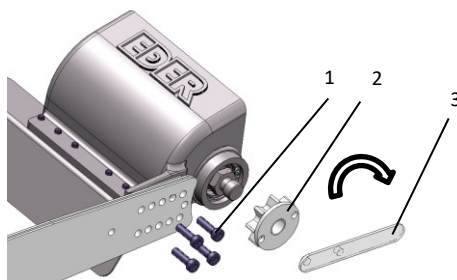

Fig. 2: Fissaggio della testa di scortecciatura al supporto
- > Serrare la rispettiva testa con le 4 viti M6x20 (1 - Fig. 2). Controllare regolarmente il serraggio delle viti. La rispettiva testa può essere avvitata in diverse posizioni a seconda del modello di motosega. La corretta posizione di avvitamento è determinata dal fatto che la catena di trasmissione può essere sufficientemente tesa e anche serrata.
- > Avvitare il pignone di trascinamento sull' alloggiamento (2 - Fig.2) e serrare il pignone di trascinamento con la chiave a perno (3 - Fig.2).